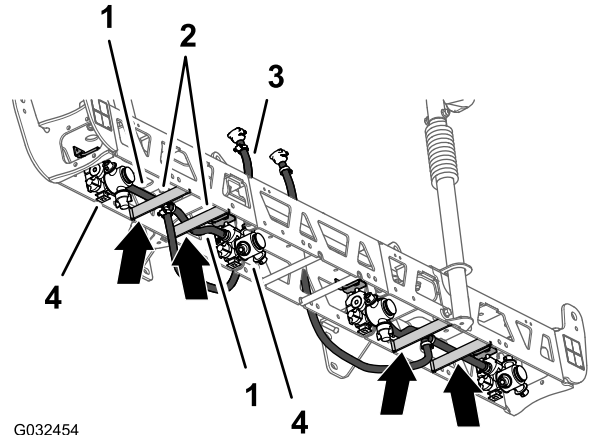
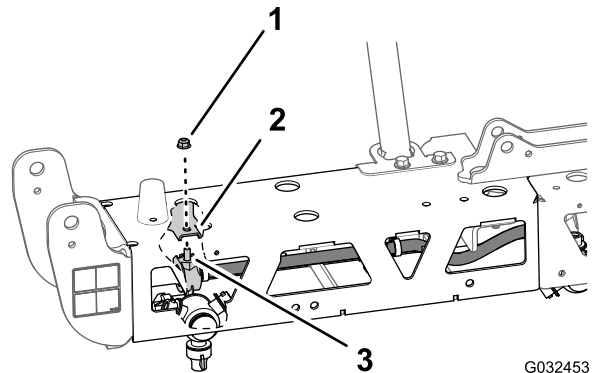

图59
图60
1. 将软管和喷嘴组件布置到外部桁架的两个桁架支杆之间 图59。
2. 将软管和喷嘴放到桁架支杆上方向外对着外侧喷嘴固定架 图59。
3. 将喷嘴的六角头螺栓5/16 x 3/4 英寸对准并穿过喷嘴固定架中的孔使用 GeoLink 喷洒系统完成套件中的凸缘锁紧螺母5/16 英寸将喷嘴松松固定到固定架上 图60。
4. 将另一软管 13mm 和喷嘴组件布置到外部桁架的两个桁架支杆之间 图59。
5. 将软管和喷嘴放到桁架支杆上方向内对着内侧喷嘴固定架 图59。
6. 将喷嘴的六角头螺栓5/16 x ¾ 英寸对准并穿过喷嘴固定架图60中的孔使用在 **拆卸喷嘴 (页码 21)** 的步骤 1 和 4 中卸下的凸缘锁紧螺母5/16 英寸将喷嘴松松固定到固定架上。
8. 使用左右支撑托架将软管和宝塔连接器13 x 810mm放到中间喷洒段的侧面图59。
9. 对另一外部桁架上的另一软管和喷嘴重复步骤 1 至 8 图59 和 图60。